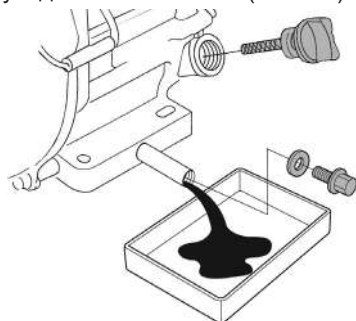

Рис. 34. Замена масла в двигателе
(1) Техническое обслуживание должно осуществляться более часто, при работе в пыльных условиях.
(2) Данный вид работ необходимо выполнять в авторизованном сервисном центре.
6. Удерживая одним ключом трубку-удлинитель от проворачивания, открутите пробку для слива масла и слейте отработанное масло в подготовленную для этого емкость (Рис. 34).